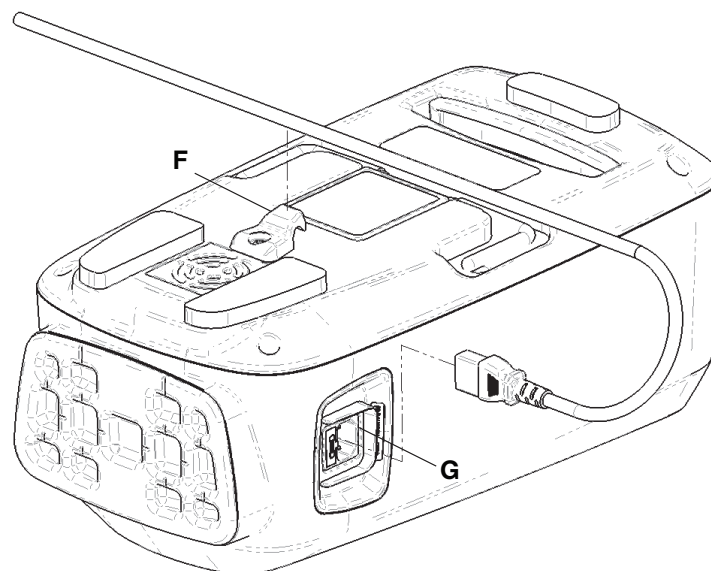

Figure 8 – Insérer le cordon d'alimentation
6. Insérer le cordon d'alimentation sous la poignée flexible de rétention du cordon d'alimentation (F) (Figure 8).
7. Rebrancher le cordon d'alimentation dans la pompe (G) (Figure 8).